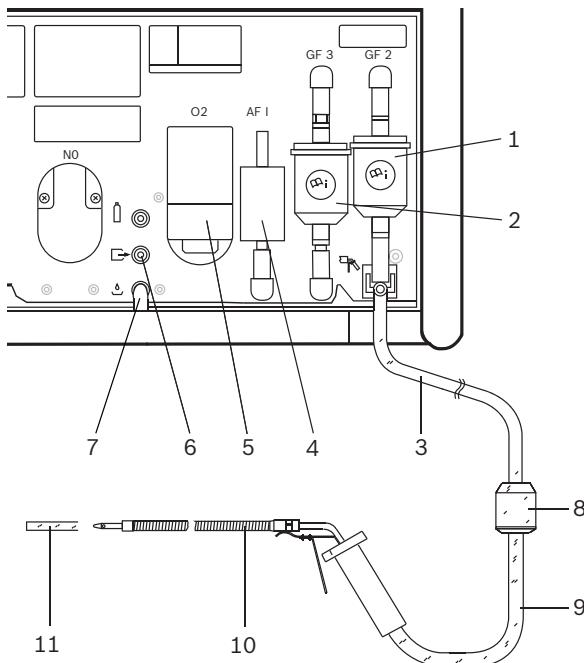

Fig. 3: BEA 060
- Utskifting av grovfilter GF1 (fig. 3, pos. 8) i uttaksslange.
- Utskifting av grovfilter GF2 (fig. 3, pos. 1), se kapittel 5.4.4.
- Kontrollere om begge PVC-slangene er tilkoblet på gassutgangene (fig. 3, pos. 6 og 7).
- Visuell kontroll av uttakssonden (fig. 3, pos. 10).
- Utskifting av aktivkullfilteret (fig. 3, pos. 4) i null-gass-ledningen.